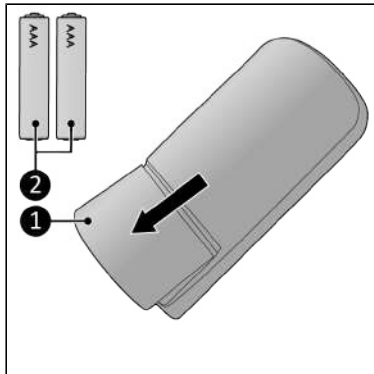

Figure 84.
1. Retirez le couvercle du compartiment à piles (Figure 84, pos. 1).
2. Insérez deux piles (AAA 1,5 V) (Figure 84, pos. 2) comme indiqué dans le compartiment. Veillez à insérer les piles correctement.